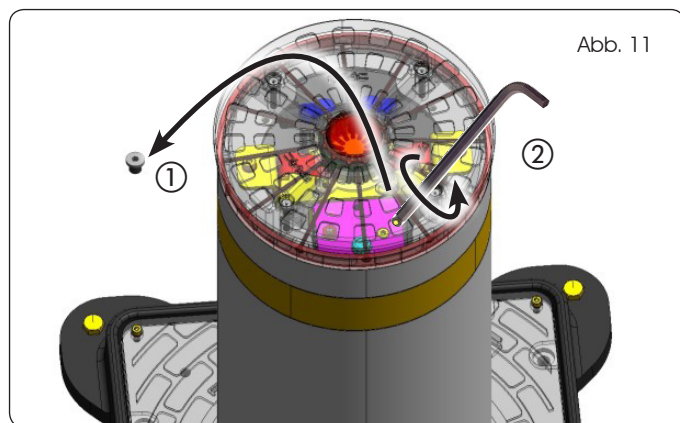

Abb. 11
3. Gegen den Uhrzeigersinn drehen, um den Poller einzufahren (Abb. 11, Bez. ②).